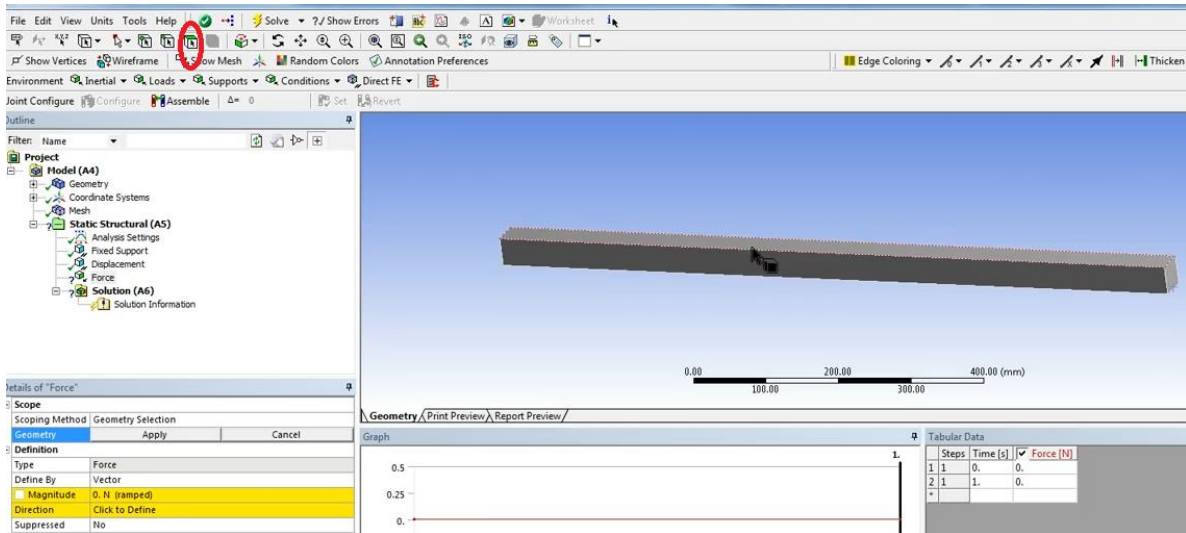

Рис. 9. Задання розподіленого навантаження
4.7. Для задання розподіленого навантаження необхідно обрати (рис. 9):